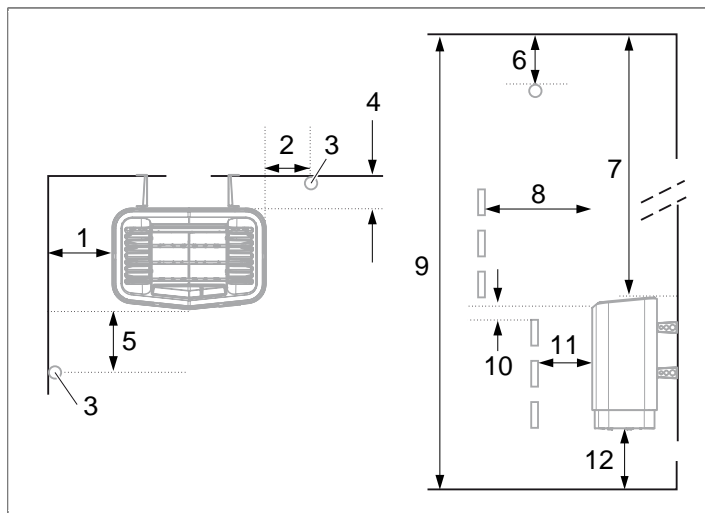
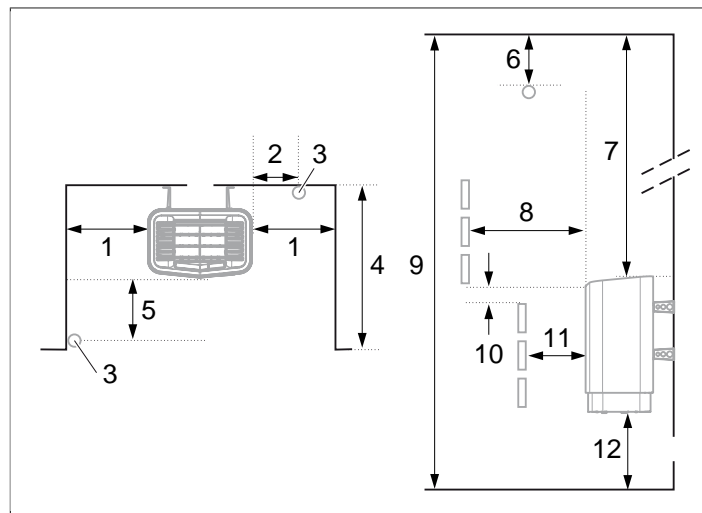

Рисунок 4: Размещение каменки – нормальная установка
Рисунок 5: Размещение каменки – установка в нише
- Спланировать размещение датчика (см. **Рисунок 4**, страница 3 а также **Рисунок 5**, страница 3).
- у той же стены что и дверь (только в исключительном случае у боковой стены, но тогда как можно ближе к дверному проему). Возможно размещение каменки в нише (см. **Рисунок 5**, страница 3).
- на безопасном расстоянии от пола, боковых стен и интерьера (см. **Рисунок 4**, страница 3).
Установить датчик, как показано на рисунке (см. **Рисунок 4**, страница 3).
1. Установите устройство на безопасном расстоянии от пола, боковых стен и элементов интерьера (см. **Рисунок 5**, страница 3).
2. Установите датчик, как показано на рисунке (см. **Рисунок 5**, страница 3).